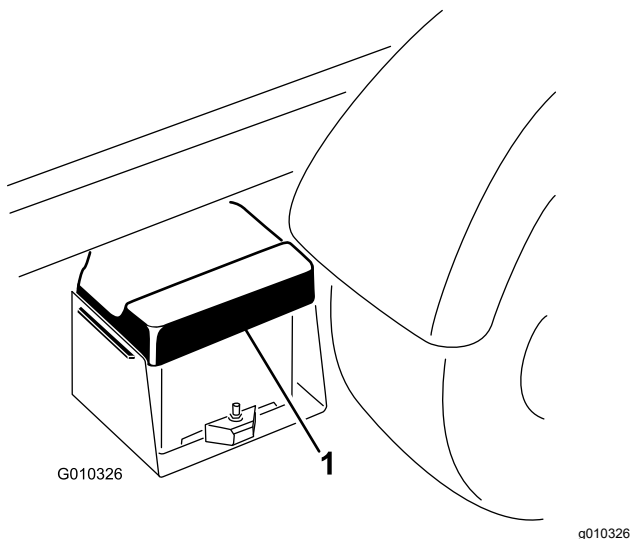

Figura 41
1. Strângeți capacul bateriei pentru a elibera proeminențele de la baza bateriei i scoateți capacul de la baza bateriei (Figura 41).